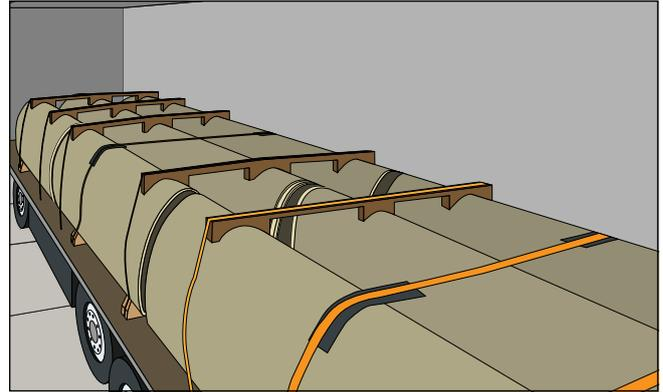

Fig. 1: Exemplo de acondicionamento em lotes dos perfis de tubos para transporte
Os tubos de pequeno diâmetro, com uma largura nominal (BN) ou altura nominal (HN) < 900 mm de secção transversal máxima, podem ser embalados e transportados em feixes, cuja altura total não deve exceder 2,5 metros (Fig. 1).
As cunhas devem ficar devidamente encaixadas nos tubos antes da deslocação. Para utilizar a capacidade de carga máxima, dependendo do tamanho da secção transversal, os perfis Amiblu-Tubagens não circulares podem ser carregados ao longo da plataforma de carga (Fig. 1 e Fig. 2) ou atravessados (Fig. 3, Fig. 4 e Fig. 5).